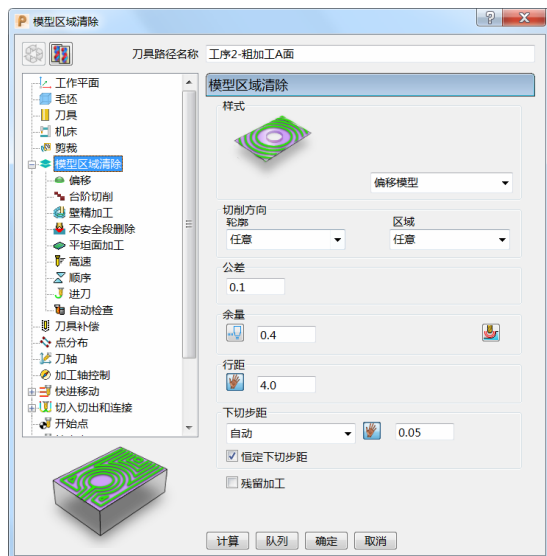

图 6-8
5) 模型区域清除：样式选择“偏移模型”，切削方向中的轮廓、区域均选择“任意”，设定公差“0.1”、余量“0.4”、行距“4.0”、下切步距“0.05”，勾选“恒定下切步距”。（图 6-8）